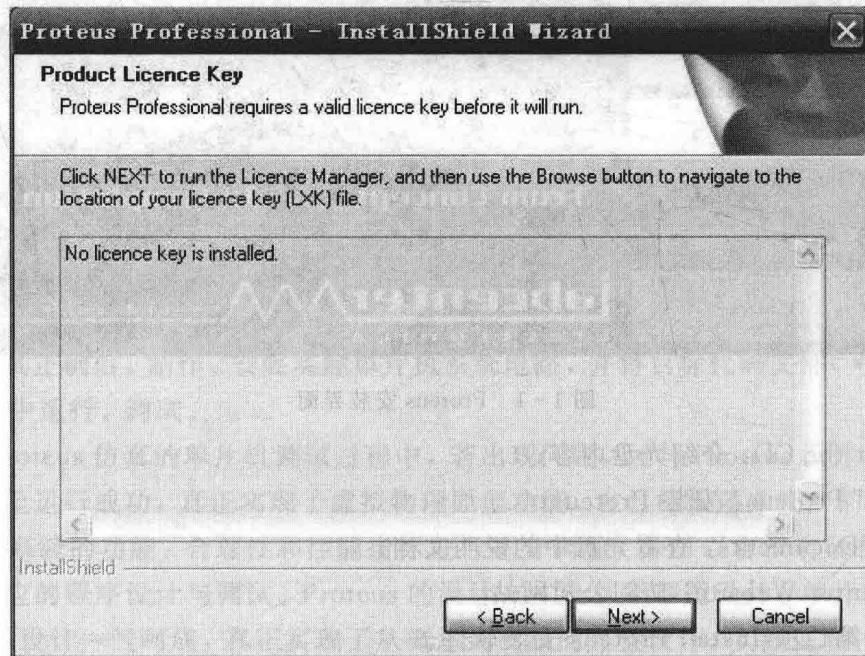

图 1-3 Proteus 安装 Licence 提示界面
(4) 单机版的安装。
- ① 进入 Product Licence Key 设置窗口，如果以前未安装过 Licence，则出现如图 1-3 所示界面。